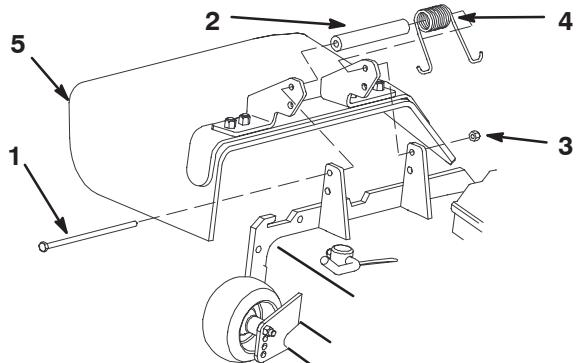

Bild 1
2. Entfernen Sie die Sicherungsmutter, Schraube, Feder und das Distanzstück, mit denen das Ablenklech an den Mähwerkbügeln befestigt ist (Bild 1). Nehmen Sie das Ablenklech ab.